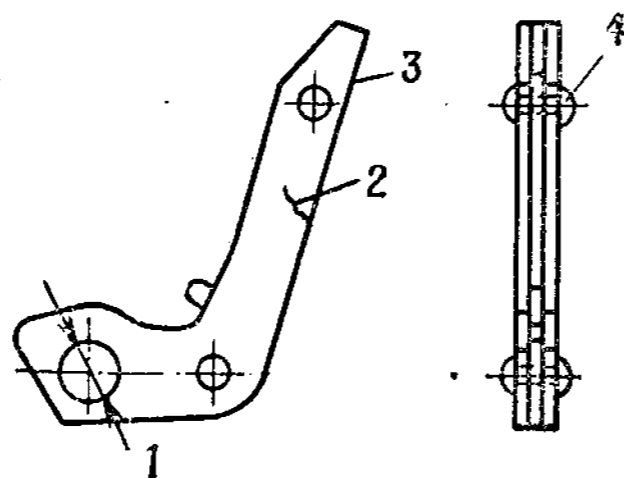

Рис. 72. Рычаг привода топливного насоса
4. Рычаг топливного насоса (рис. 72)